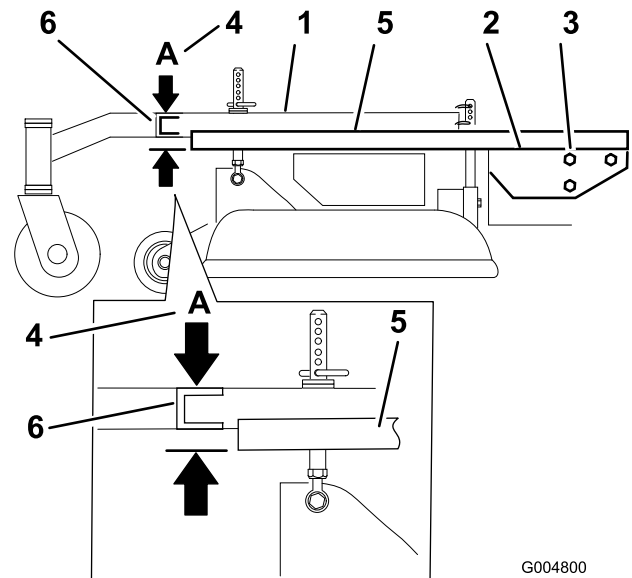

Figure 54
3. Placez une longue planche, ou autre objet similaire parfaitement droit en haut du plancher moteur, comme illustré à la Figure 54.
4. Au niveau du tube transversal du bâti porteur, mesurez la hauteur au point A (Figure 54).
6. Desserrez les boulons de montage du bâti porteur de chaque côté de la machine (Figure 54).
7. Alignez le bâti porteur et le plancher moteur à la même hauteur qu'au point A, soit $33 \text{ mm} \pm 6 \text{ mm}$ (Figure 54).